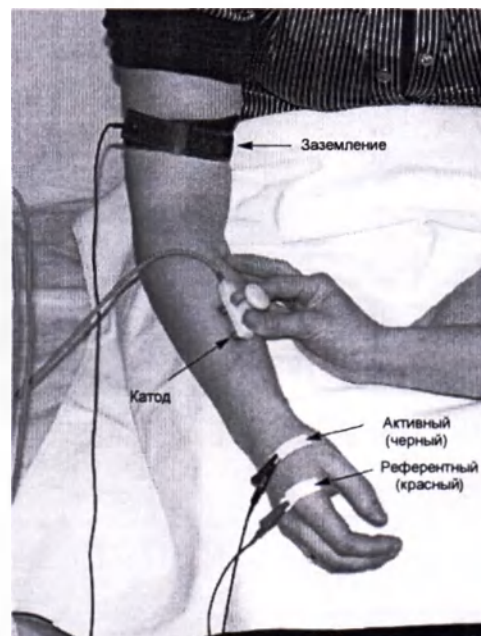

Рис. 63. Наложение электродов: А — активный электрод (черный); R — референтный электрод (красный)
- Наложите активный электрод (черный) в зоне «анатомической табакерки». Референтный электрод (красный) наложите на тыльную поверхность пястно-фалангового сустава второго пальца (рис. 63).